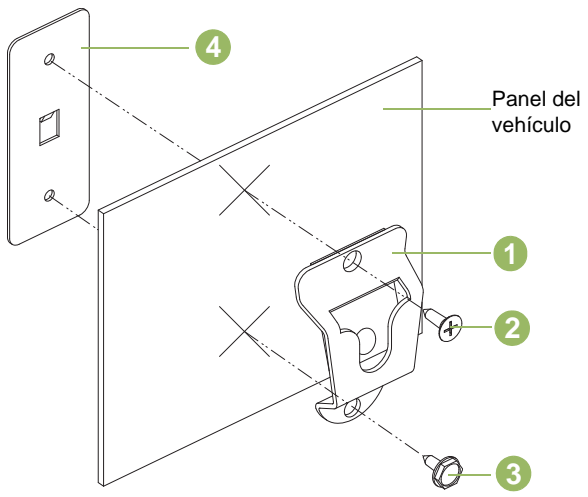

Figura 4.2: Instalación del soporte de montaje
Consulte la Figura 4.2 a continuación y fije el clip para colgar (1) al vehículo usando dos tornillos de metal laminado y la placa de apoyo proporcionada. Coloque la placa de apoyo (4) detrás del panel. Use el tornillo de cabeza plana (2) en orificio de montaje superior y el tornillo macho hexagonal (3) en el orificio de montaje inferior. Asegúrese de que los tornillos de montaje se fijen a los orificios en la placa de apoyo.